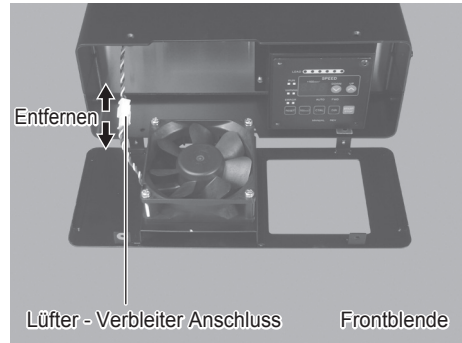

Abb. 40
- (5) Entfernen Sie das Kabel des LÜFTERS (Abb. 40).